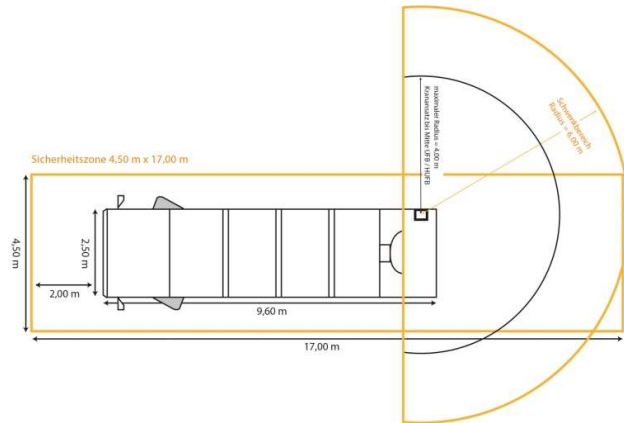

Abb. 2 - Aufsicht Kehrtrichtfahrzeug (siehe auch nächste Seite)
- Auf der Fahrzeugseite in Richtung zum UFB bzw. HUFB hin ist der gesamte Schwenkbereich bis auf eine Lichthöhe von 11 Metern frei (Abb. 2 und 3).
- Der Mittelpunkt des UFB bzw. HUFB ist innerhalb des Hebebereichs des Kehrichtsammelfahrzeugs platziert (Abb. 2).
Für die Bewirtschaftung der UFB bzw. HUFB sind am Entleerungsort nachfolgende Bedingungen wichtig (Abb. 2 und 3):